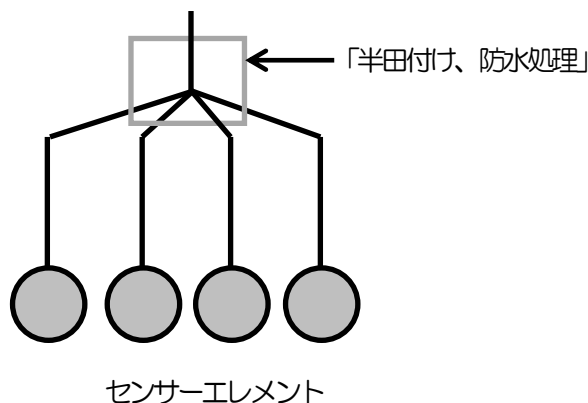

図 3.20.センサーエレメント説明図
(7) 分解図 (C46BG5201*) を参照し、センサーユニットを分解します。センサーユニット内に泥がある場合には、内部を清掃して十分乾燥して下さい。
- ① 半田付け、防水処理箇所に巻かれているビニールテープ、自己融着テープをカッター等ではがします。ケーブルに傷を付けないように慎重に作業をして下さい。(図 3.20.参照)
- ② 異常を確認したセンサーエレメントの半田付け箇所が判るまで、ビニールテープ、自己融着テープをはがして下さい。
- ③ 異常を確認したセンサーエレメントの半田付け箇所を切断して下さい。
- ④ CW-558R が接続されていないことを確認してください。切断箇所の絶縁抵抗をメガーテスター (DC500V) で確認して下さい。概ね $1M\Omega$ 以上で良好です。異常の場合は、センサーケーブルを交換して下さい。スリップリング側で絶縁抵抗を確認する場合は、切断箇所がショートしないよう注意して下さい。
- ⑤ センサーエレメント側の絶縁抵抗をメガーテスター (DC500V) で確認して下さい。概ね $1M\Omega$ 以上で良好です。異常の場合は、センサーエレメントの故障です。